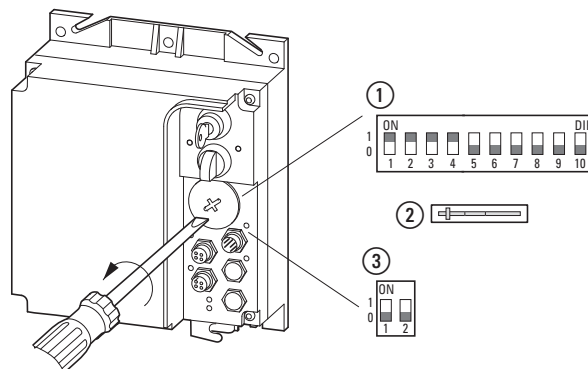

Abbildung 83: DIP-Schalter unter der Verschlusschraube
rot	Störmeldung: Ein Fehler wurde erkannt und steht dauerhaft an. <ul style="list-style-type: none"> Motor-Überlast (Überstrom) <ul style="list-style-type: none"> → Motor und Antriebseinheit prüfen (Reset bei abgekühltem Motor) → Kurzschluss in der Motorleitung → DIP-Schalter (DIP 1- DIP 4) kontrollieren Thermistor- / Kabel-Überwachung <ul style="list-style-type: none"> → Motor und Antriebseinheit prüfen (Reset bei abgekühltem Motor) → keine Motorleitung angeschlossen (Motor-Abgangsbuchse) → Brücke T1/T2 im Motor-Klemmkasten fehlt bei Motoren ohne Temperatursensor → Drahtbrücke (②, Abbildung 83, Seite 103) bei abgesteckter Motorleitung, nicht geschlossen (→ nur für Service) DIP-Schalter (unter der Verschlusschraube) mit ungültigen Einstellungen (→ Seite 104) Überlast/Kurzschluss bei den Sensor-Eingängen I3/I4 oder Aktor-Ausgang O3 Stromuntergrenze unterschritten (→ Seite 107) Bei einem kurzzeitig aufgetretenen oder behobenen Fehler blinkt diese LED bis zum Reset → Seite 107 Befehl (Schlüsselschalter).
Dazu muss der linke DIP-Schalter 1 von Teil ③ in → Abbildung 83, Seite 103 auf ON stehen.